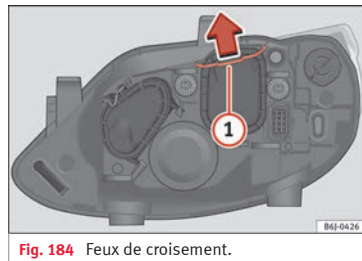

Fig. 184 Feux de croisement.
- Déplacez le tirant » fig. 184 ① dans le sens de la flèche puis retirez le cache.